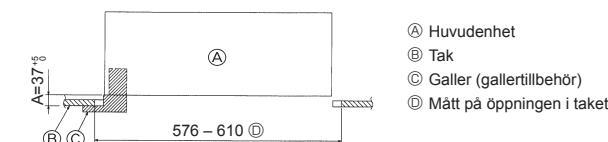

Fig. 2-6
3. När huvudenheten inte kan inriktas mot monteringshålet i taket kan den justeras med hjälp av en slits som finns på monteringsplåten. (Fig. 2-6)